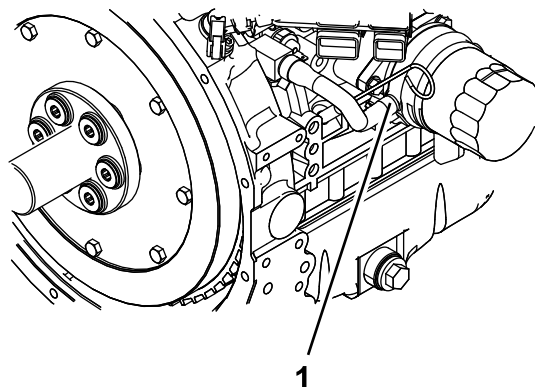

Figure 58
- Débranchez le flexible de liquide de refroidissement du refroidisseur d'huile, et vidangez le liquide du bloc-moteur (Figure 58).